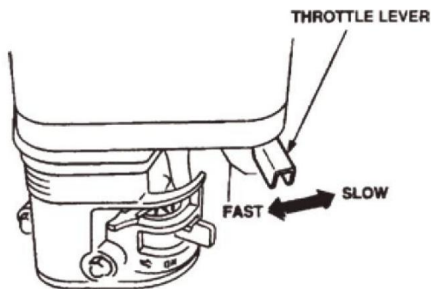

RYS.10
9.6 Chwyć uchwyt rozrusznika (RYS. 10) i powoli go wyciągnij. Opór